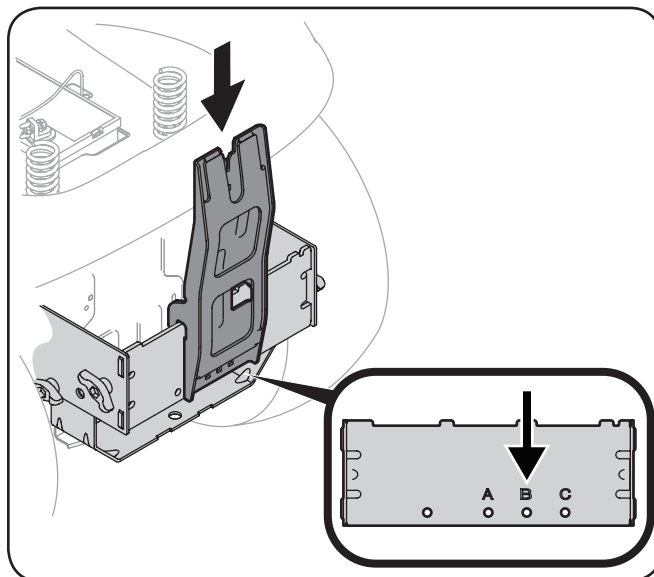

Figure 4-8
1. Installez le support vertical sur l'ensemble de montage du tracteur en l'accrochant sur la plaque d'attelage comme vu dans Figure 4-8.
2. Aligner le support vertical avec le trou de montage qui convient mieux à la taille de pont de votre machine. voir Figure 4-8.